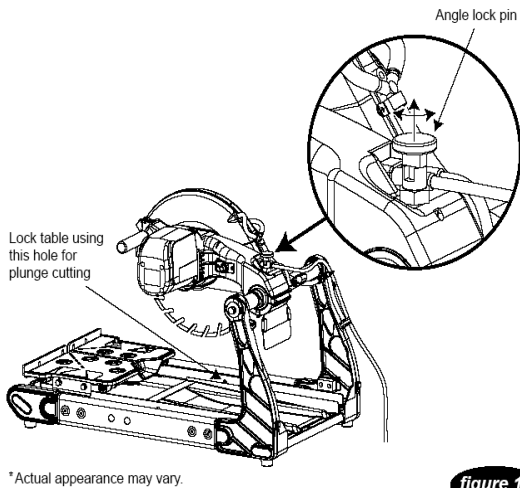

figure 13
1. Per i tagli a tuffo, bloccare il tavolo sul binario in posizione mediana. (Vedere *figure 13 e 16*)
5. Per i tagli a tuffo, bloccare il tavolo sul binario in posizione mediana. (Vedere *figure 13 e 16*)